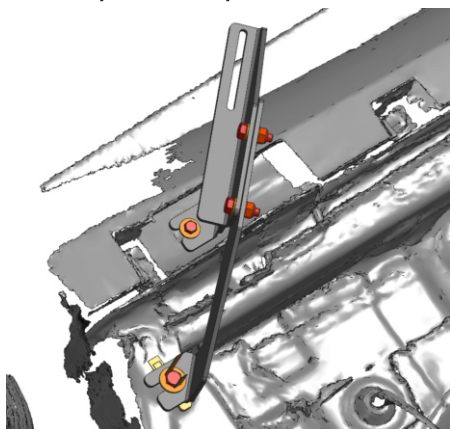
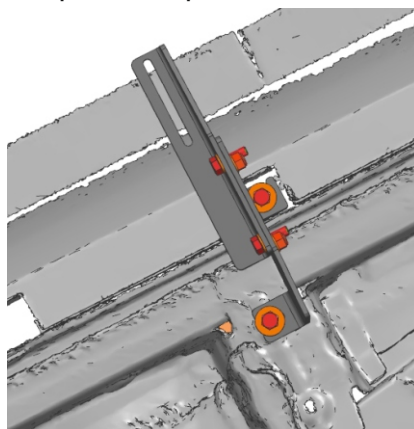
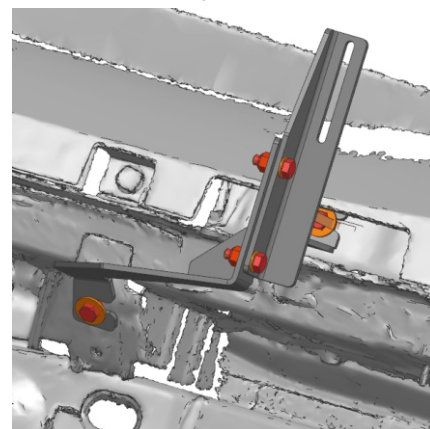

Рис. 7
Рис. 8
Рис. 9
6. Скрепить между собой опоры порога и кронштейны болтами М8х25 с шайбами 8 и гайками М8 (Рис. 7, Рис. 8, Рис. 9).